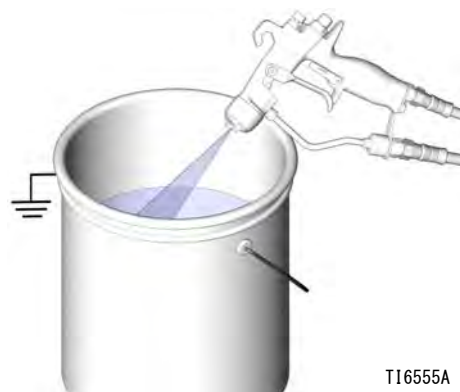

図 . 11
5. ガンの金属部分を、接地された金属缶にしっかりと当てます。圧力を和らげるために、ガンのトリガーを引いて下さい。図図 . 11 を参照のこと。